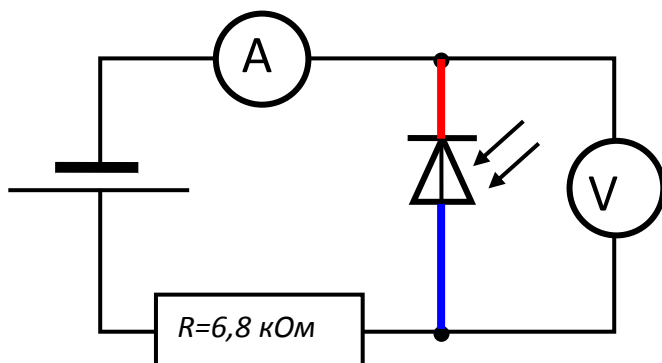

Рис. 7.14. Схема электрической цепи для измерения «прямой ветви» ВАХ фотодиода (к «←» источника питания подключить красный провод от фотодиода).
1. Соберите с использованием платы с гнездами схему, представленную на рис. 7.14, для измерения «прямой ветви» ВАХ.